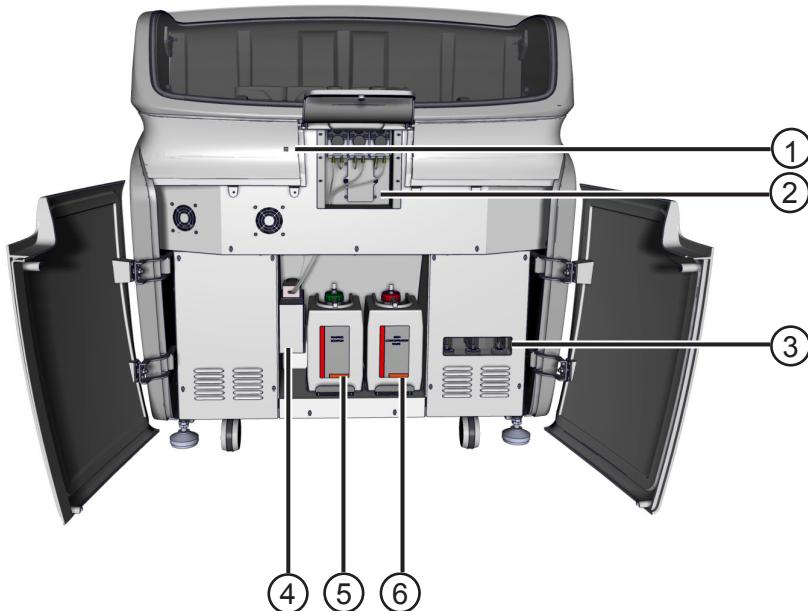

Figura 3 Componenti interni
Aprire i due sportelli anteriori e all'interno saranno visibili due bottiglie. La bottiglia di destra è quella dei residui ad alta contaminazione (6) e la bottiglia di sinistra è quella della soluzione di lavaggio (5). Vedi figura 3.